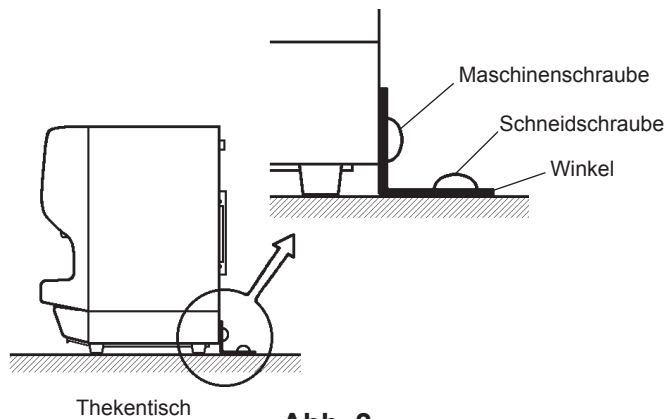

Abb. 2
* Den Eisspender mit Winkel, Maschinen- und Schneidschraube (Zubehör) am Thekentisch sichern. Siehe Abb. 2.